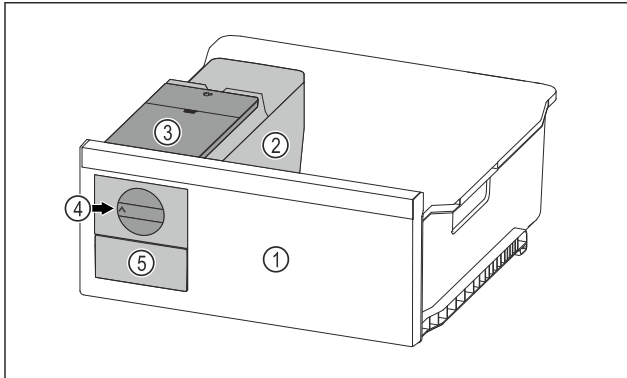

Fig. 150 Beispielhafte Darstellung
- ▶ Drehknopf Fig. 150 (4) im Uhrzeigersinn bis zum Anschlag drehen.
- ▶ Eiswürfel fallen aus der Eiswürfelschale in das Eiswürfelschubfach Fig. 150 (5).